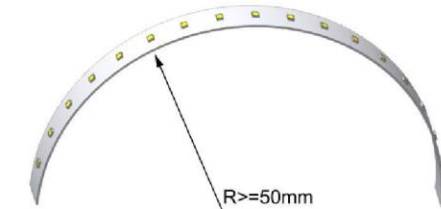

Bild 1
- Die Leiterplatte keinen mechanischen Beanspruchungen aussetzen. Der min. Biegeradius beträgt 50mm (Bild 1).